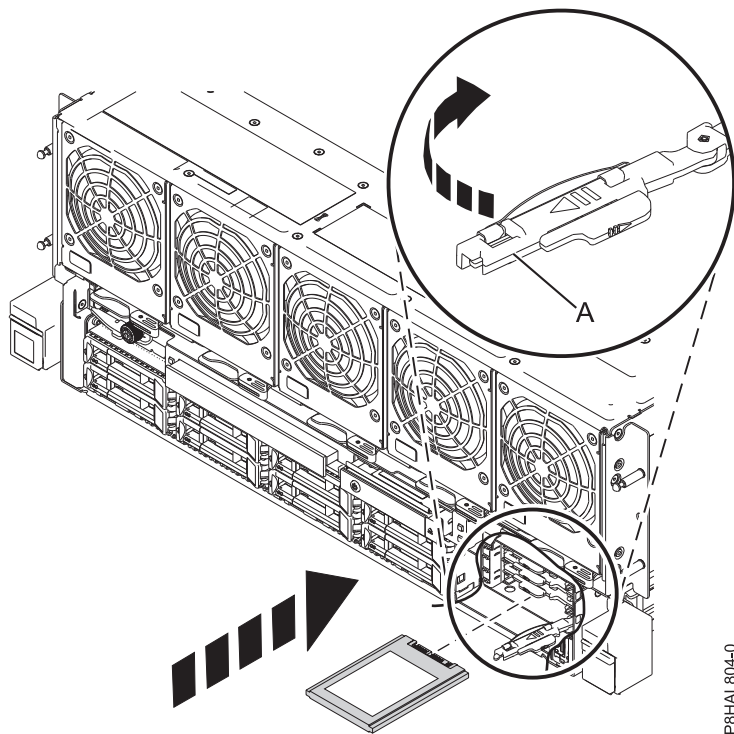

Figura 25. Sustitución de una SSD en un sistema 8408-44E o 8408-E8E
16. Bloquee la unidad girando el asa de la bahía (A) en la dirección que se muestra en la Figura 25.